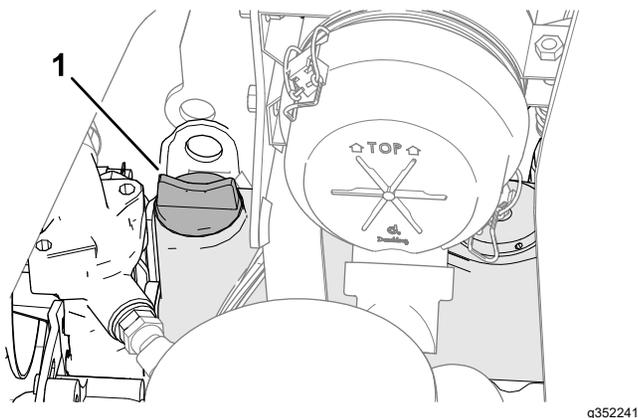

**Figura 63**
3. Retire la varilla (Figura 63) y límpiela con un paño limpio.